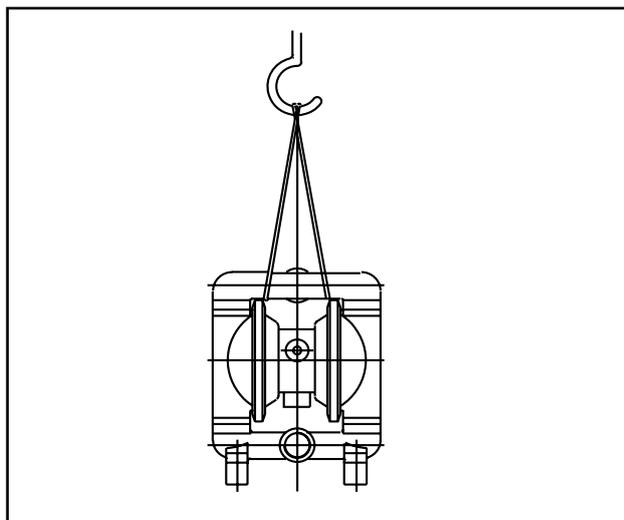

Fig. 1: Transport de la pompe
**Pour éviter le glissement de la boucle, disposer le câble en croix au crochet (fig. 1).**